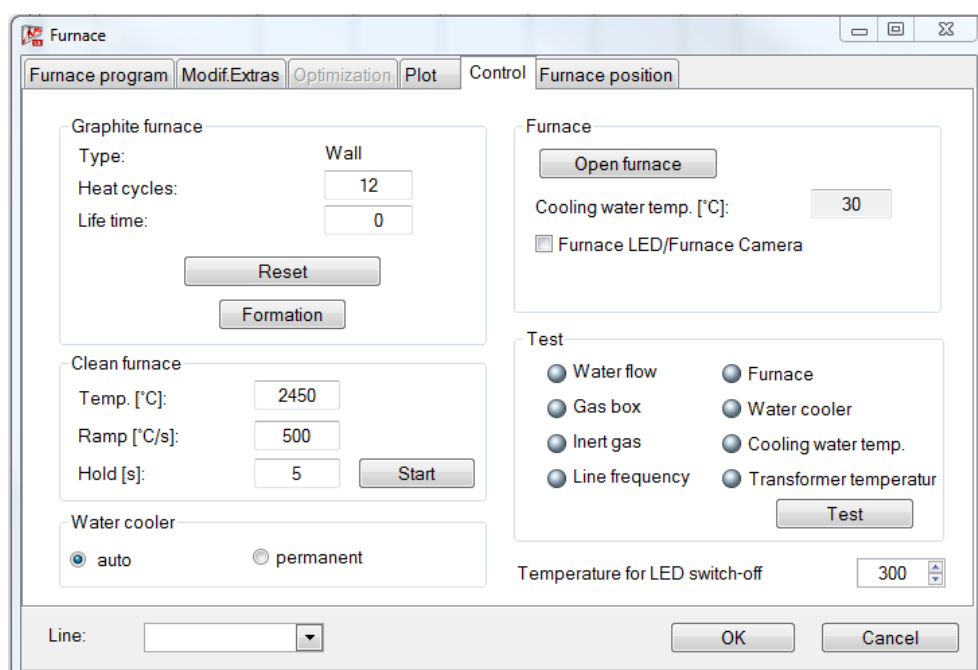

Рис. 42 Диалоговое окно "Печь / Управление" (Furnace / Control)
1. Для открытия графитовой печи нажмите кнопку [Открыть печь (OPEN FURNACE_)] в окне Печь / УПРАВЛЕНИЕ (FURNACE / CONTROL) (Рис. 42 на стр. 75).